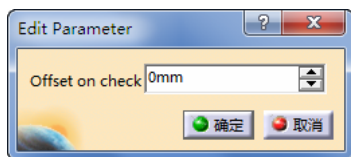

图 3-161 定义检查余量（10）
- 定义检查余量（10）。双击“Offset on check”，弹出“Edit Parameter”对话框，可设置余量大小为“0” mm，如图 3-161 所示。